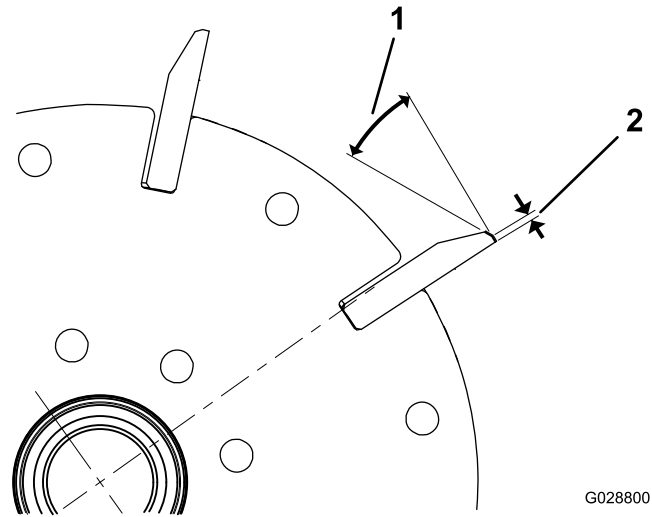
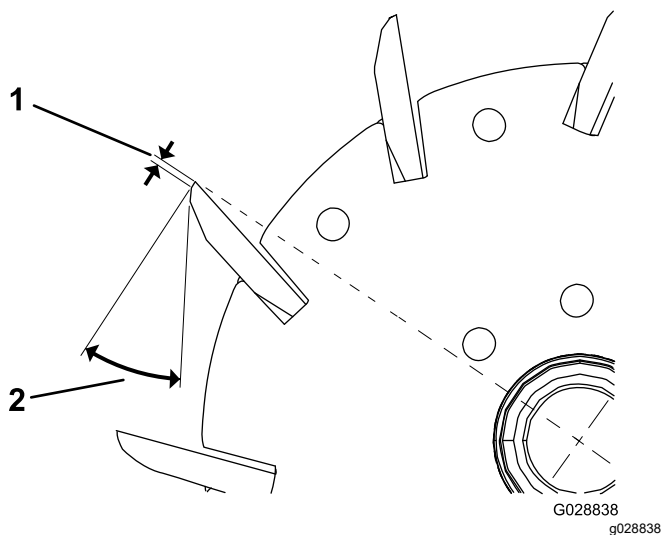

Figura 22
Figura 23
1. Afile todas las cuchillas con un rebajo de 30 grados hasta que la anchura de la superficie de incidencia sea de 1,3 mm (Figura 22 y Figura 23).